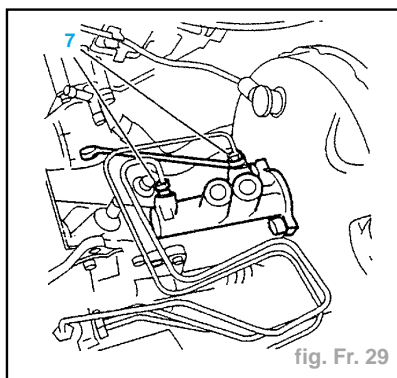

fig. Fr. 29
- Désaccoupler les tuyaux de freins (7) (fig. Fr. 29).